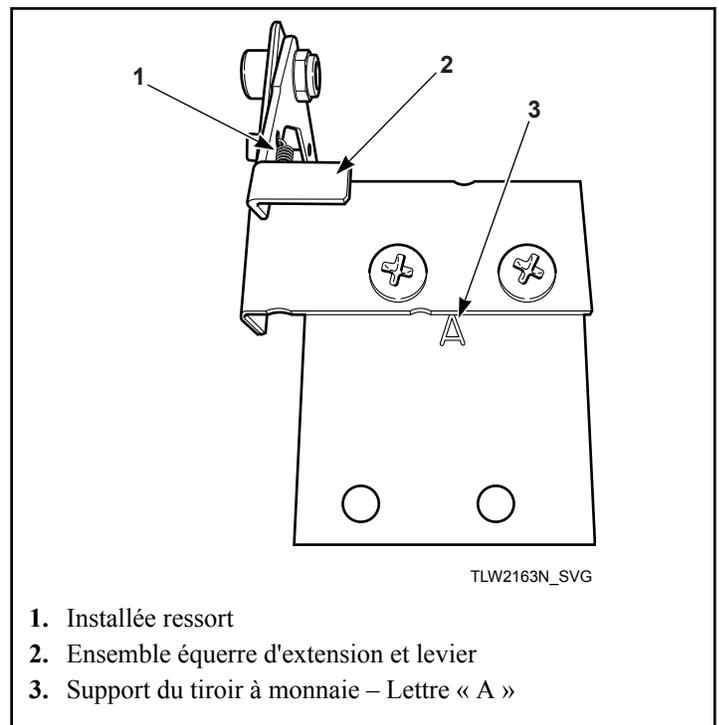

Figure 30
5. Fixer l'ensemble équerre d'extension et levier au support du tiroir à monnaie à l'aide de deux vis et de deux contre-écrous. Se reporter à la *Figure 30*.
IMPORTANT : Installer le support du tiroir à monnaie de façon à ce que la lettre « A » soit vers le haut et pointe vers l'ensemble équerre d'extension et levier. Se reporter à la *Figure 30*.